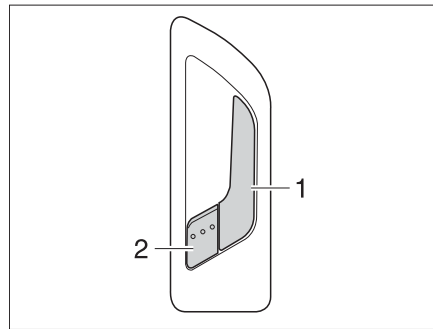

Bild 41 Dörrlås ingångsdörr, insida
- Drag i handtaget (Bild 41,1). Dörrlåset låses upp. Låsspaken (Bild 41,2) skjuts ut automatiskt.
- Tryck på låsspaken (Bild 41,2).